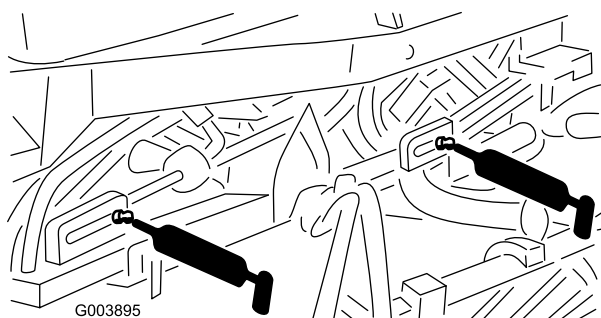

Figura 48
- 5 bocais nos cilindros de elevação (Figura 48)